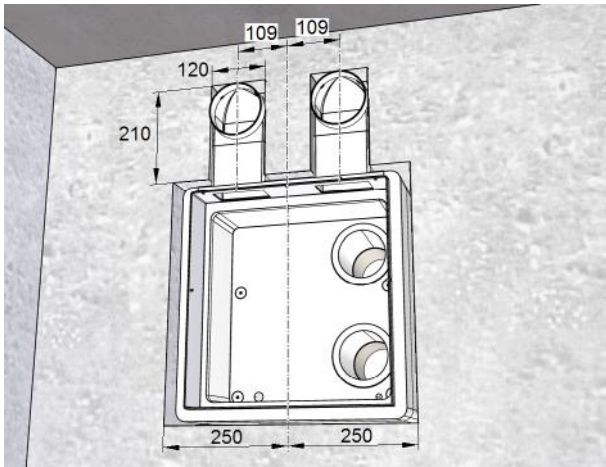
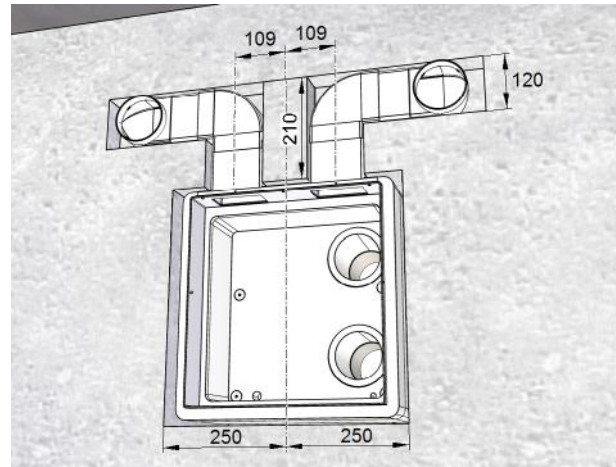

Abb. 10: Beispiel für vertikale Flachkanalführung, Maße in Millimeter
Abb. 11: Beispiel für horizontale Flachkanalführung, Maße in Millimeter
In Abb. 10 und Abb. 11 auf Seite 16 finden Sie Beispiele für die vertikale und horizontale Verlegung von Flachkanälen.
- ▶ Setzen Sie bei der in Abb. 10 gezeigten Anordnung von Abluft- und Zuluftöffnung **nur Lamel-